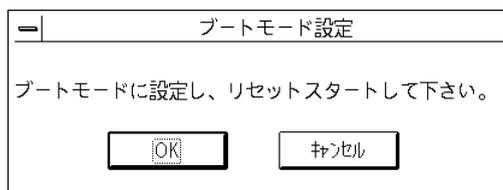

図 2.6 ブートモードダイアログボックス
- (1) 図 2.5 の起動ダイアログボックスで、ブートモードを選択すると、図 2.6 のブートモードダイアログボックスを表示します。